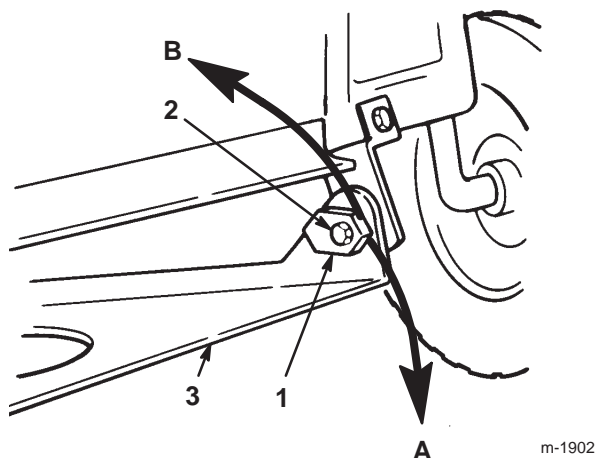

Bild 46
15. Stellen Sie die Neigung in Längsrichtung durch Drehen der Spezialneigungs-Einstellmutter an beiden Seiten der Mähwerkbefestigungshalterung ein (Bild 46).
16. Drehen Sie die Einstellungsmutter für die linke Seite langsam runter, um die Vorderseite des Mähwerks anzuheben. Drehen Sie Mutter hoch, um die Vorderseite des Mähwerks abzusenken (Bild 46). Drehen Sie die Neigungseinstellmutter soweit, bis die Vorderseite des Mähwerks 6 bis 16 mm tiefer steht als die Rückseite.